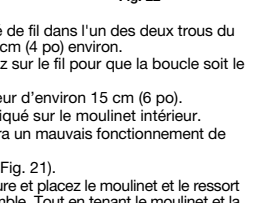

Fig. 23
1. Après avoir retiré la bobine, placez le système SpeedLock™ sur l'arbre, en vous assurant d'aligner les flèches avec les œillets de la bobine externe (Fig. 23).
2. Placez le ressort sur l'arbre et dans l'enfoncement de la bobine SpeedLock™ (Fig. 23).
3. Tout en maintenant la bobine externe en place, insérez le bouton situé dans le Bump Knob™ via l'extrémité du ressort et dans l'extrémité de l'arbre (Fig. 23).
(Fig. 23). Bien serrer.